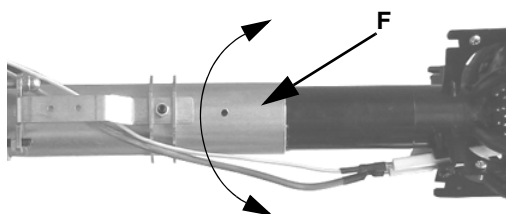
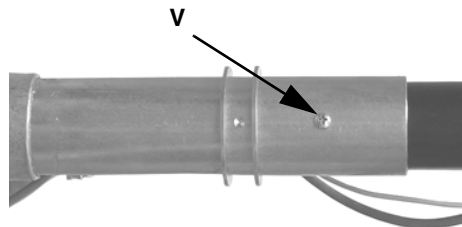

Fig. 19
Fig. 20
- 5 Entfernen Sie den Flansch und den Zündkopf (Fig. 19).
- 7 Lösen Sie die Schraube V, mit der der Brennerkopf am Kopfrohr befestigt ist, drehen Sie den Kopf um 180°, wie auf der Abbildung gezeigt, Fig. 19), bis Sie die Bohrung F finden, und ziehen Sie die Schraube V wieder fest. (Fig. 19 - Fig. 20).